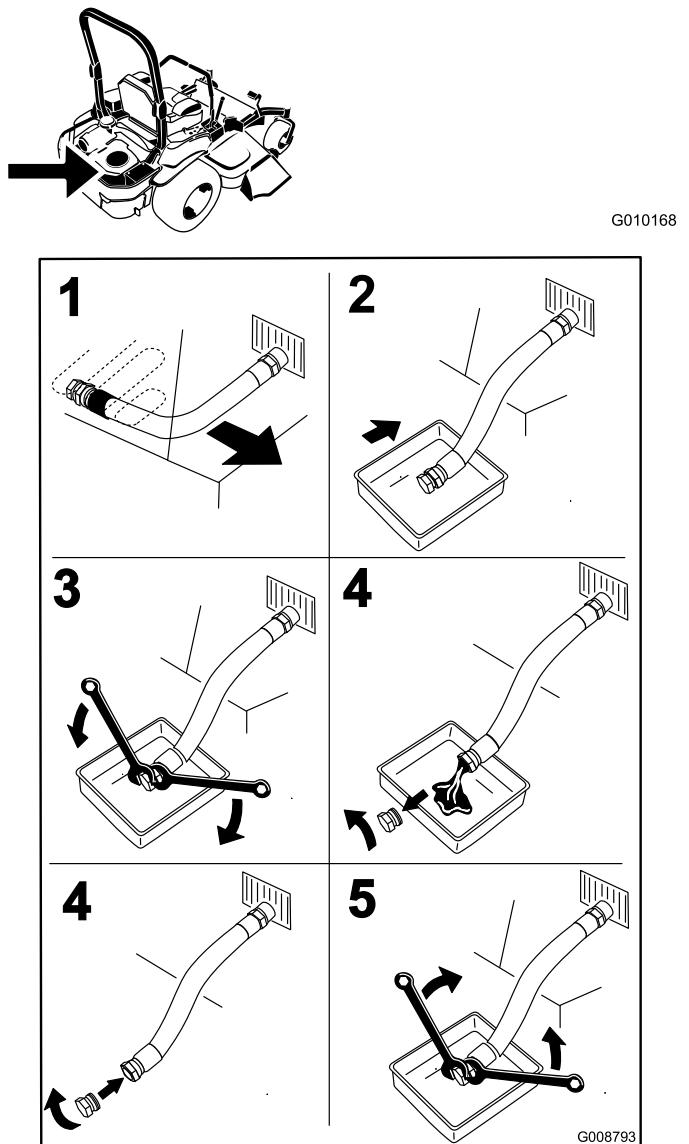

Figure 50
4. Avant de quitter la position de conduite, coupez le moteur, enlevez la clé de contact et attendez l'arrêt de toutes les pièces mobiles (Figure 50).